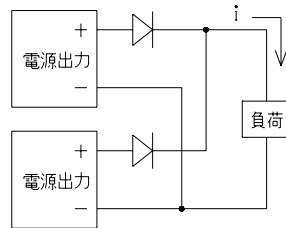

図3 冗長運転例
ただし、下記の図3のような配線をするによって、冗長運転は可能です。
- \* 冗長運転の場合、図3の電流  $i$  は、各電源の定格電流以下でご使用下さい。
- \* 冗長運転の際は、各電源出力に図3の様に必ずダイオードを挿入して下さい
- ① 順方向電圧  $V_F$  の低いタイプをご使用下さい。
- ② 順方向出力電流定格は、電源出力電流の2倍以上のものをご使用下さい。
- ③ 逆方向電圧定格は、使用している電源出力電圧の2倍以上のものをご使用下さい。